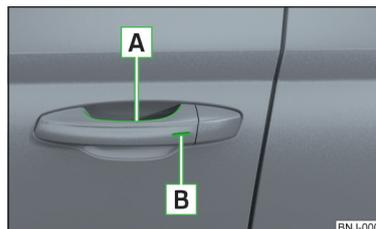

Fig. 33
Capteurs dans la poignée de la portière avant » fig. 33
- Tenir la poignée de la portière avant ou recouvrir de toute la surface de la main le capteur **A** » fig. 33 » **I**.
- Toucher le capteur **B** » fig. 33 avec les doigts.